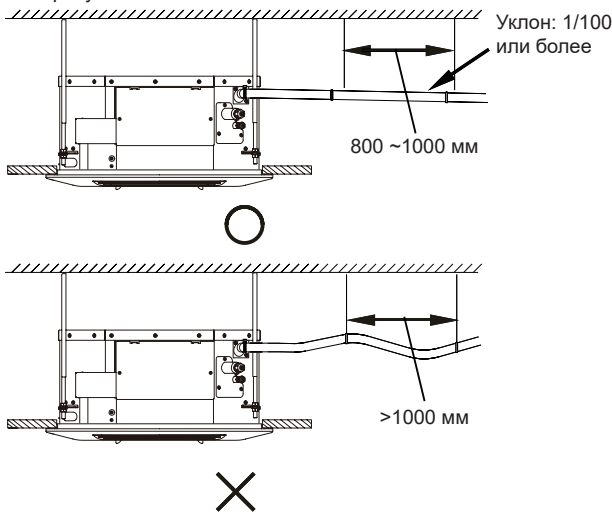

Рисунок 5.1
- Для предотвращения обратного потока воды под кожух кондиционера при остановке в работе убедитесь, что трубопровод дренажа направлен вниз снаружи (сторона дренажа) с уклоном более 1/100. Убедитесь, что в дренажном трубопроводе вода не скапливается, при этом она будет издавать непривычные звуки. См. рисунок 5.1
- При соединении трубопровода воды не применяйте силу, чтобы не ослабить соединение с другой стороны. В то же время, установите опоры на каждом участке в 0,8- 1 м для предотвращения изгибов. См. рисунок 5.1